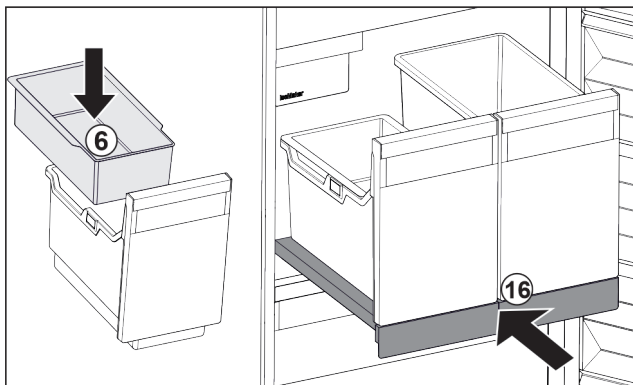

Fig. 111
- ▶ Vsaďte závěsnou misku Fig. 111 (6) pro kostky ledu.
- ▶ Zasuňte vysouvací přihrádku s nádobou (IceTower) Fig. 111 (16)